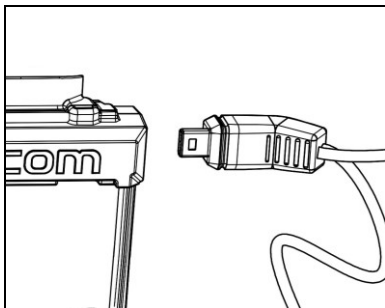

Fig. 6
- Forbind den højre kabelføring til den pågældende modpart, som vist på figuren (Fig. 6).